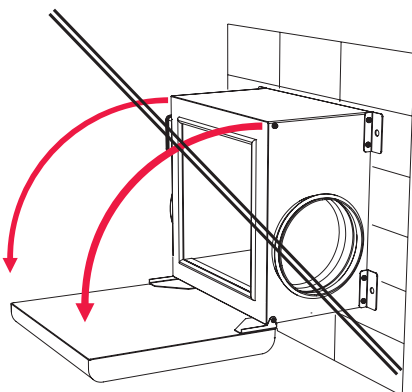

Abbildung 5.5.3 Unsachgemäße Lüfterinstallation
- Der Ventilator kann an der Wand, am Boden oder an der Decke montiert werden. Hierzu werden vier (4) Befestigungsschrauben mitgeliefert.
- Wie man den Ventilator nicht befestigen soll ist dargestellt in *Abbildung 5.5.3*.